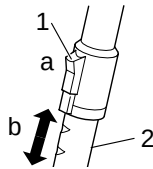

Abb. 4
- Für Geräte mit optionalem Teleskoprohr: Stellen Sie die Länge des Teleskoprohrs ein. Drücken Sie dazu die Teleskoprohr-Arretierung (Abb. 4/1) nach unten (Abb. 4/a). Ziehen Sie dann das Teleskoprohr am unteren Teil (Abb. 4/2) auf gewünschte Länge (Abb. 4/b). Zum Verriegeln lassen Sie die Teleskoprohr-Arretierung während Sie ziehen los. Sie hören ein deutliches Klicken.